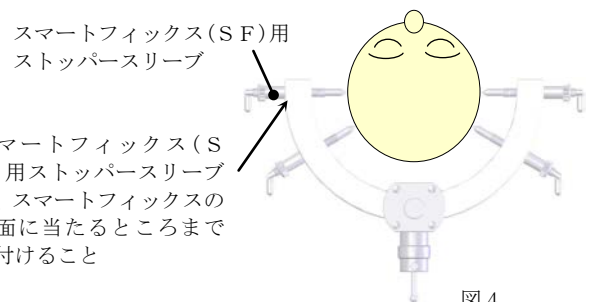

図 4
- (4) 患者頭部を固定した各ヘッドピンへ、スマートフィックス(SF)用ストッパースリーブを取り付けてください。(図 4 参照)